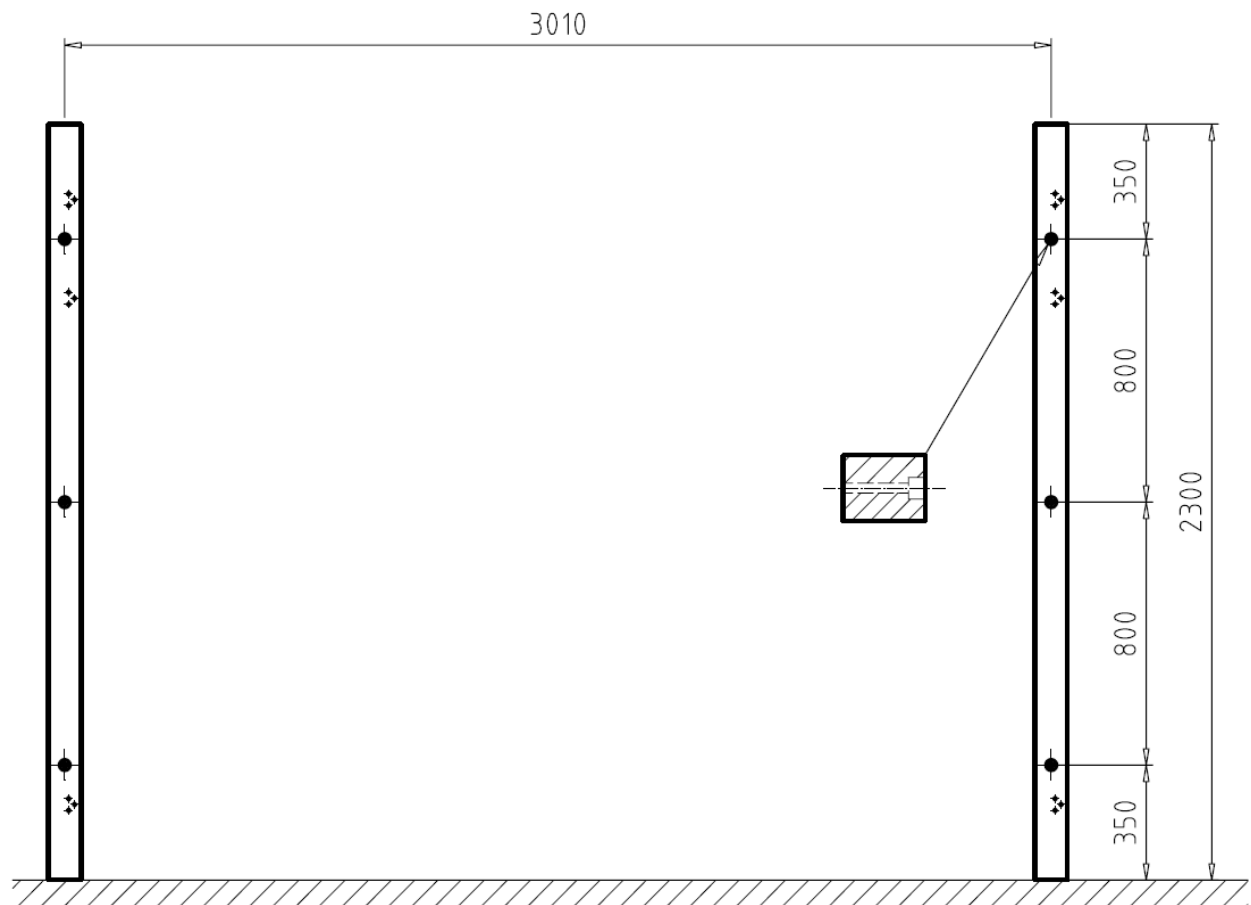

Abb. 2: Maße für die Bohrungen zur Montage der Wandbalken
Um das Kletterhaus mit seinen Kletter-Einzelementen ① aufzubauen, müssen Sie als erstes die Wandbalken ② an der Wand befestigen. Für die Montage verwenden Sie die Sechskant-Holzschrauben ③, die Scheiben ④ und die Kunststoffdübel ⑤. Die Maße für die Bohrungen mit Ø 14 mm in der Wand können Sie aus Abb. 2 entnehmen.